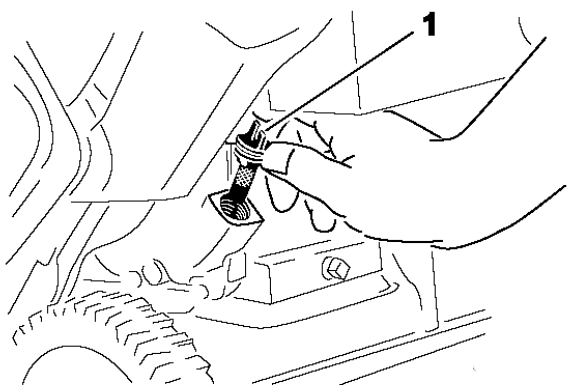

Рисунок 26
6. Протрите поверхность вокруг крышки масляного бака. (Рис. 26)
7. Открутите крышку масляного бака и снимите ее (Рис. 26).